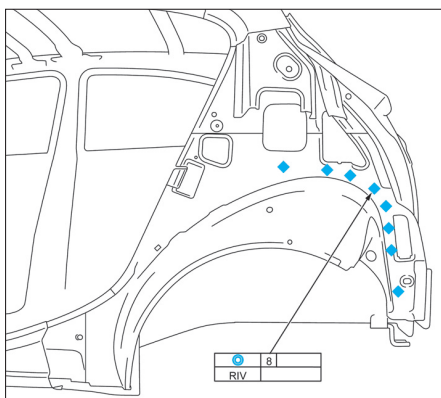

FIG. 99
- Riveter la doublure d'aile arrière (Fig.99).